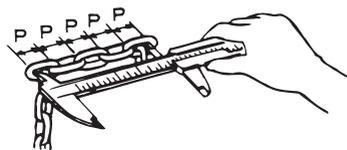

図26 ピッチ測定方法
- (1)ロードチェーンは、部分的にではなく、全体をチェックしてください。5個のリンクのピッチ(P)の和を、図26のように、ノギスで測定してください。
- (2)通常は30cmおきに測定してください。但し、限界値に近いときは、より多くの場所を測定し、一部分でも限界値に達していたら新品と取り替えてください。
- (3)リンクとリンクの接触部の摩耗やキズなどにより、線径が初期線径の95%未満(最も小さい測定値となる測定を行うこと)になっている部分が1箇所でもあれば、新品と取り替えてください。以下3項目のいずれか1つでも該当するロードチェーンは、新品と取り替えてください。
- (4)チェーンに有害なキズがある。
- (5)チェーンが変形している。
- (6)溶接スパッタの付着が見られるなど、高熱にさらされたと考えられる場合。